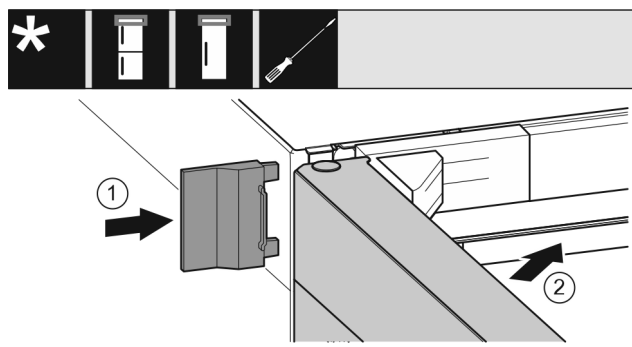

Fig. 19
- Äußere Abdeckung aufschieben. Fig. 19 (1)
- Obere Tür schließen. Fig. 19 (2)